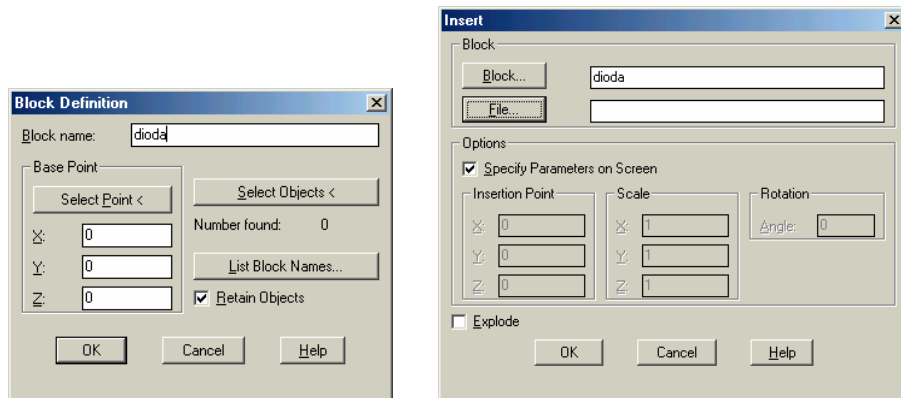

Fig. 9.2 Casetele de dialog pentru crearea și inserarea *blocurilor* în AutoCAD 14
- Crearea blocurilor în AutoCAD 14 se poate face și folosind opțiunea *Block* și apoi *Make ...* din meniul *Draw*. Caseta de dialog care apare conține următoarele câmpuri principale (fig. 9.2):